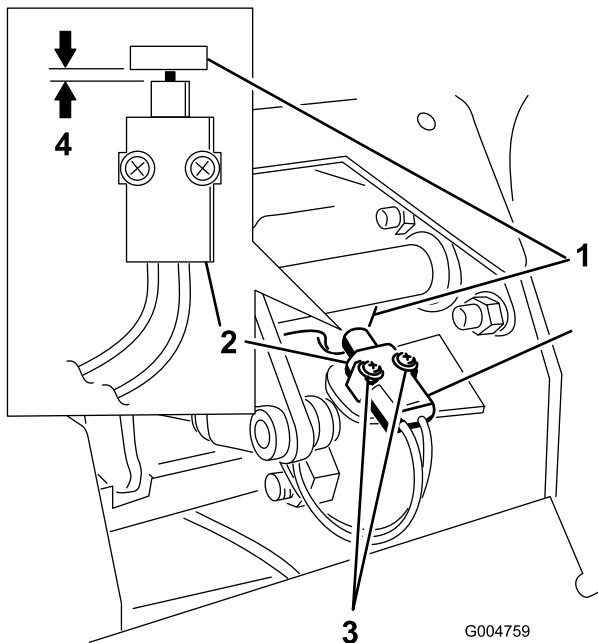

Bild 55
4. Schieben Sie den Schalter zur Lasche auf der Bremswelle, bis der Abstand zwischen der Lasche und dem Schaltkörper 0,4 bis 1 mm beträgt (Bild 55).